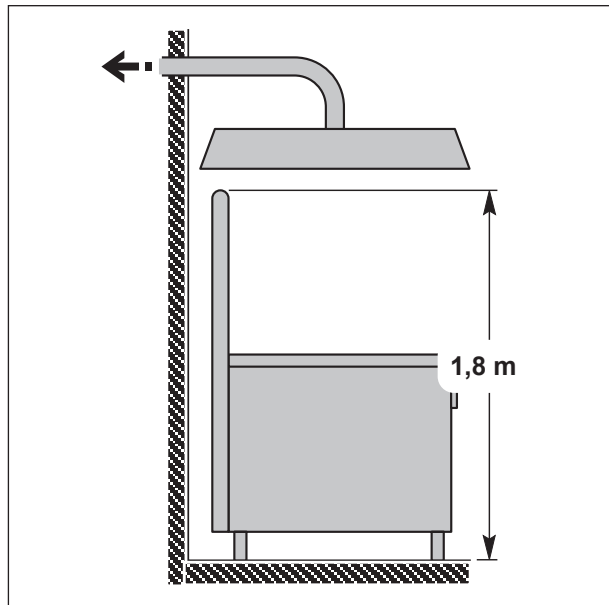

Abb. 14 Rauchabzug durch Abzugshaube
- Der Endteil der Geräteabzugsleitung muss sich etwa **1,8 m** von der Abstützfläche des Geräts befinden; die Mündung der Abzugsleitung der Verbrennungsprodukte muss sich genau unter der Haubenbasis befinden (siehe *Abb. 14 Rauchabzug durch Abzugshaube*).